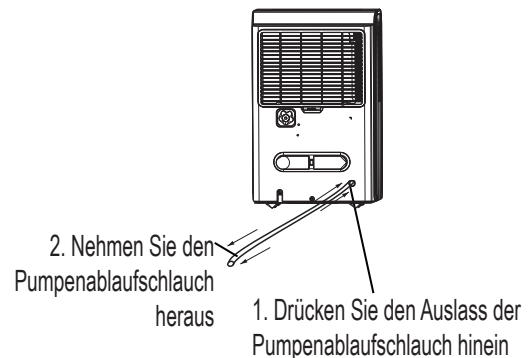

Abb. 13
- Drücken Sie den Auslass des Pumpenablaufschauchs hinein und nehmen Sie den Pumpenablaufschauch heraus (siehe Abb. 13). Stellen Sie sicher, dass das Wasser im Pumpenschlauch nicht auf den Boden tropft.